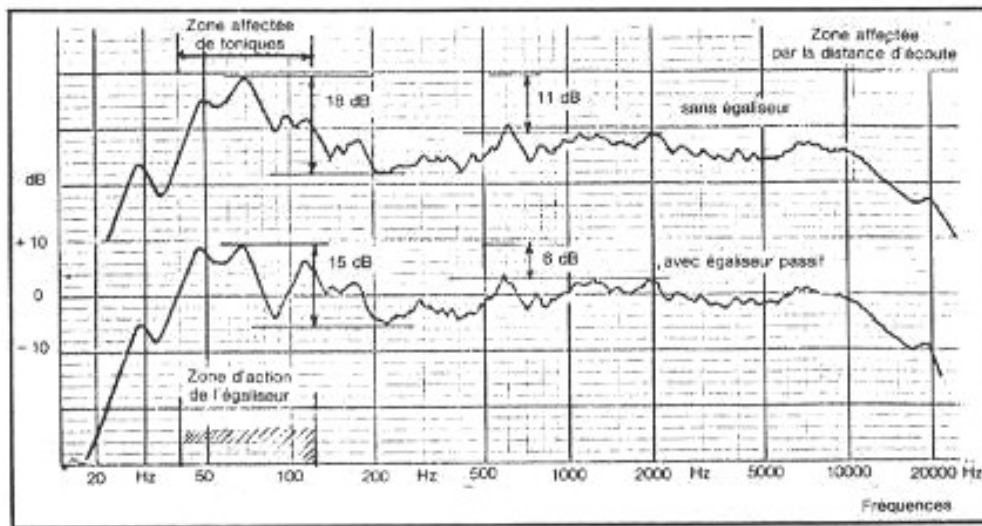

Fig. 18 : Résultat d'égalisation par correcteur passif (à 2 fréquences ajustables dans une structure coupe-bande).
1. qu'une égalisation, même sommaire, peut amener l'audiophile à réviser la conception qu'il a de l'écoute haute-fidélité, notamment pour éliminer des toniques n'existant ni au concert, ni à l'écoute au casque (c'est très rare) (voir fig. 18) ;
2. que les sauts de phase existent de toute manière même sans égalisation car ils sont liés aux résonances acoustiques du local (2). Ils existent d'ailleurs à la prise de son multimicro ;